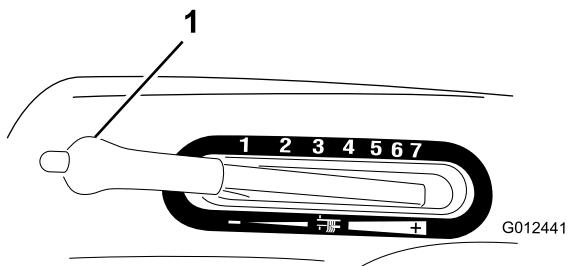

Figura 8
1. Prima e mantenha premido o botão da alavanca da altura de corte (Figura 8).